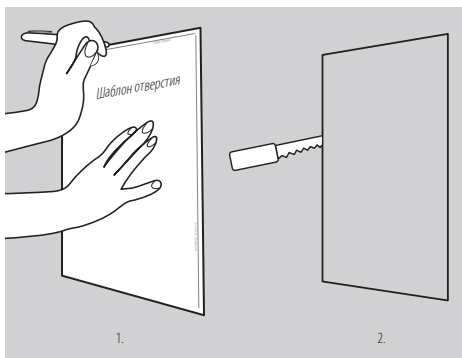

Рисунок 5
1. Воспользуйтесь предоставленным шаблоном стеного отверстия, чтобы отметить расположение динамика. Воспользуйтесь пилой, чтобы вырезать нужный размер. (Рисунок 5)